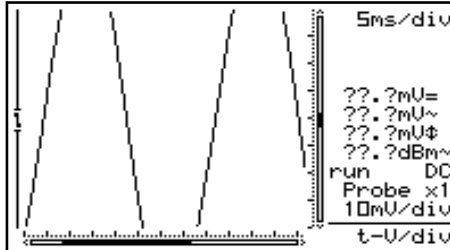

Fig 28
- Si la señal desaparece de la pantalla o si la señal está demasiado pequeña durante mediciones de dB, la pantalla indicará "???" (véase fig. 28)